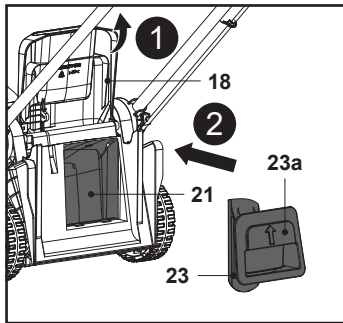

Fig. 15
1. Deschide deflectorul spate (18), ține în poziție mânerul încastrat (23a) și introdu până la capăt accesoriul de mărunțire (23) în jgheabul de evacuare spate (21) (fig. 15).